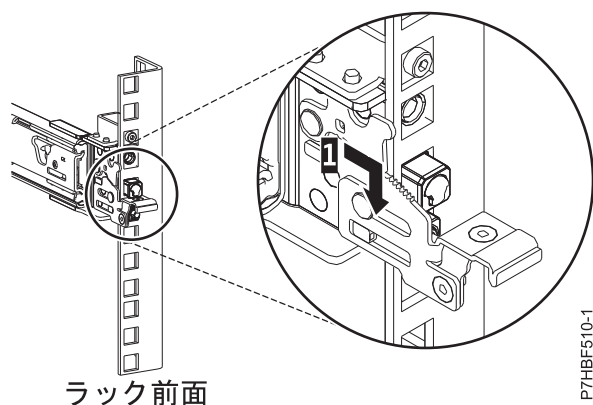

図 3. ラックの前面レールに取り付けられているピン
3. ラックの前面で、レール前部の 3 本のピンを、事前にマークを付けた、選択済みの EIA 単位の穴に挿入します。スライド・レールを下方に下げて **(1)**、中央のピンのフック機構を噛み合わせます。詳しくは、図 3 を参照してください。